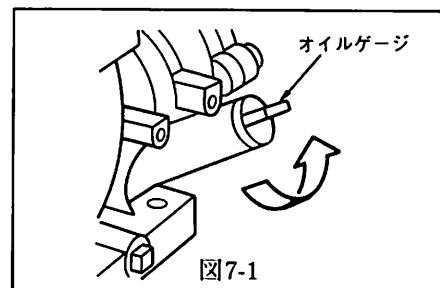

図7-1
- エンジンの始動前にオイルゲージを反時計方向に回して外し、一度ウエスで拭った後、ゲージをねじ込まずに差し込んで点検してください。（図7-1参照）